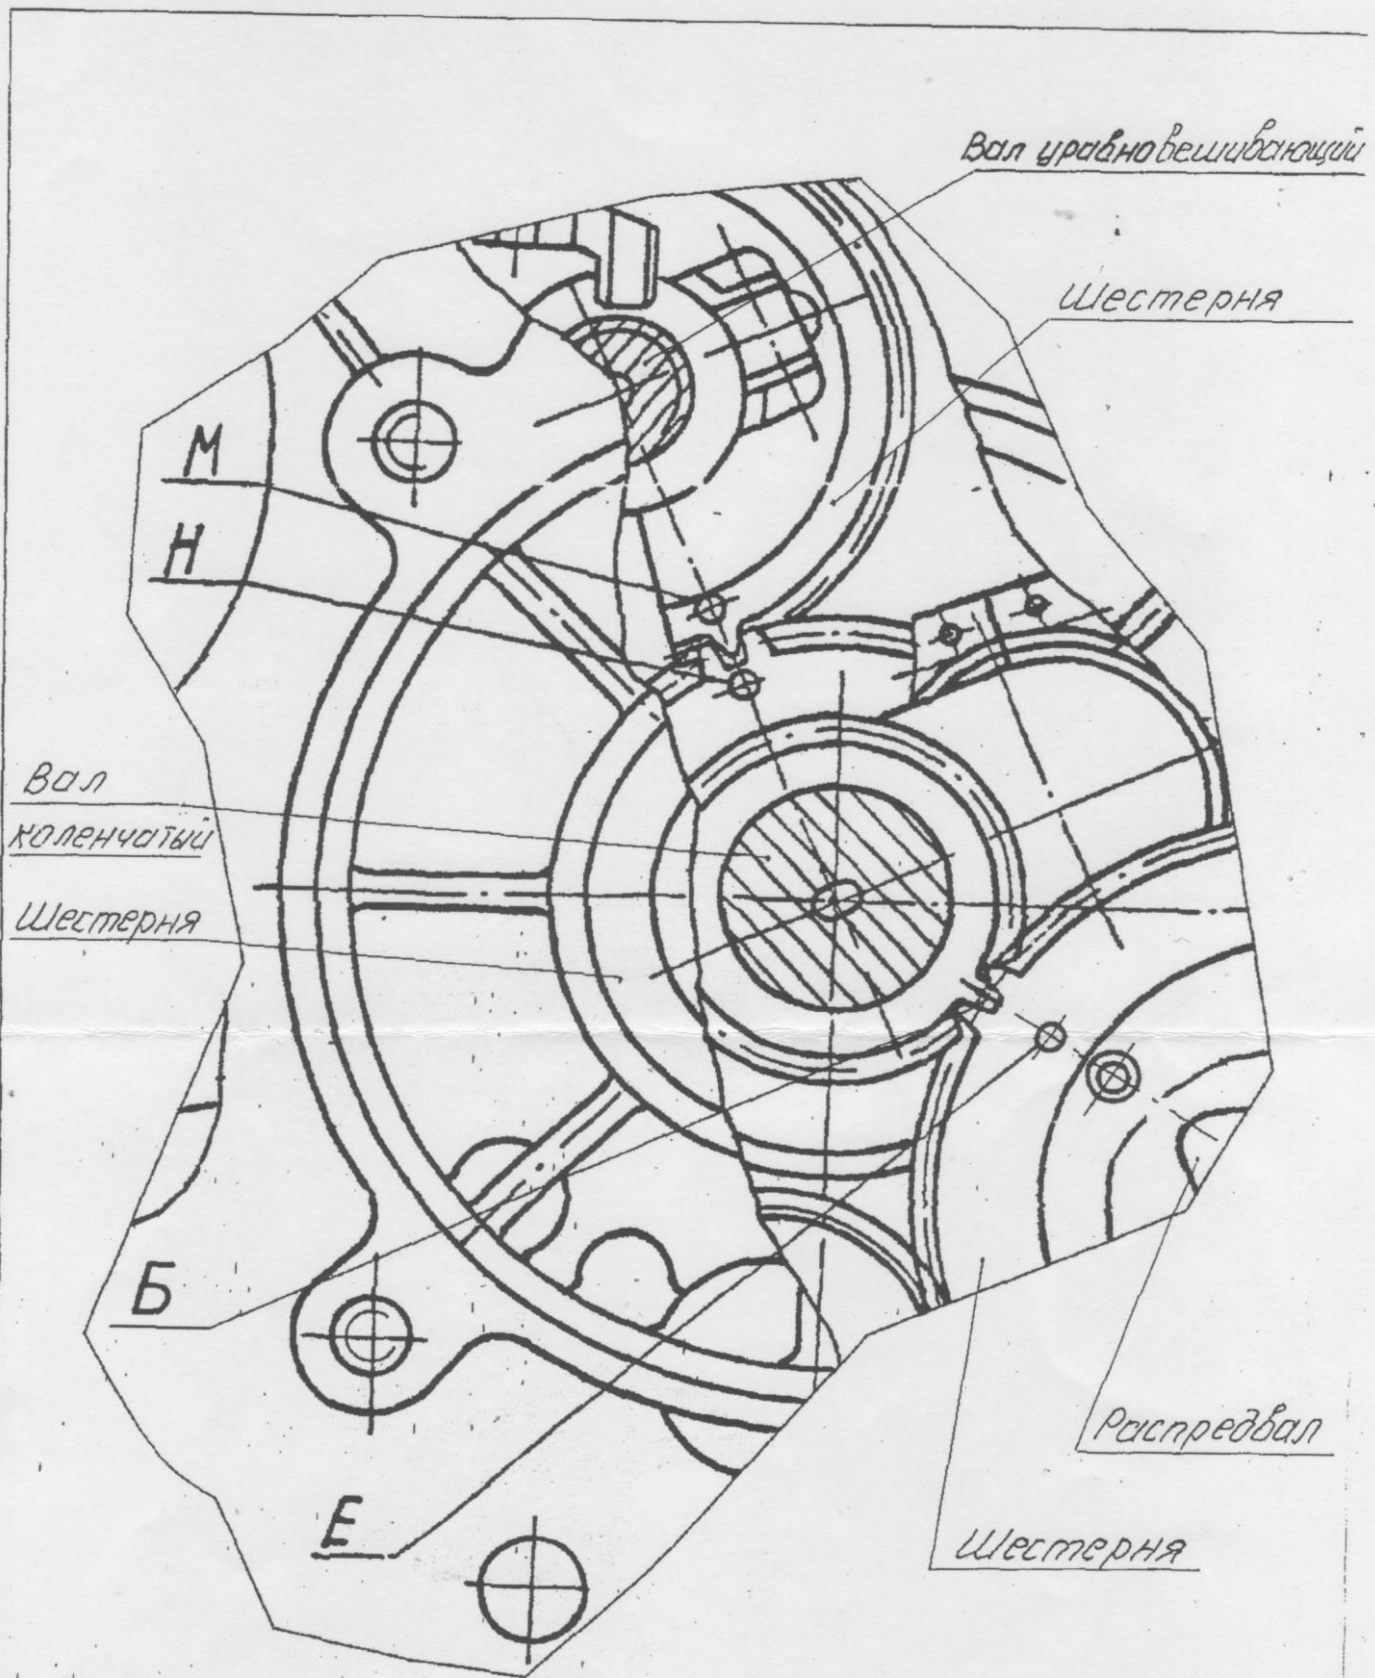

Рисунок 1
- собрать двигатель, в обратном порядке разборки, обратив внимание, что (рисунок 1):